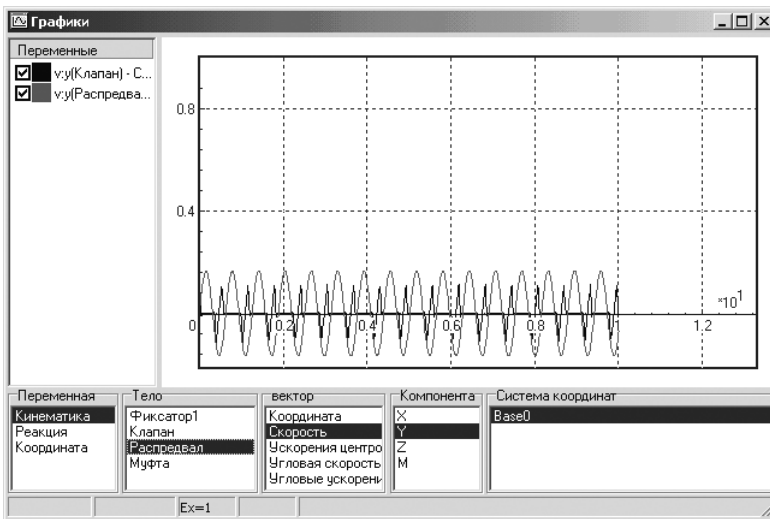

Рис. 1.125. Конечное состояние отдельного окна **Графики** после завершения процесса моделирования механизма **кулачок – клапан**
- щелкните на панели инструментов по кнопке  – **Запустить процесс моделирования**. После завершения процесса моделирования получим следующий результат. Возможное конечное состояние графического окна показано на рис. 1.125.